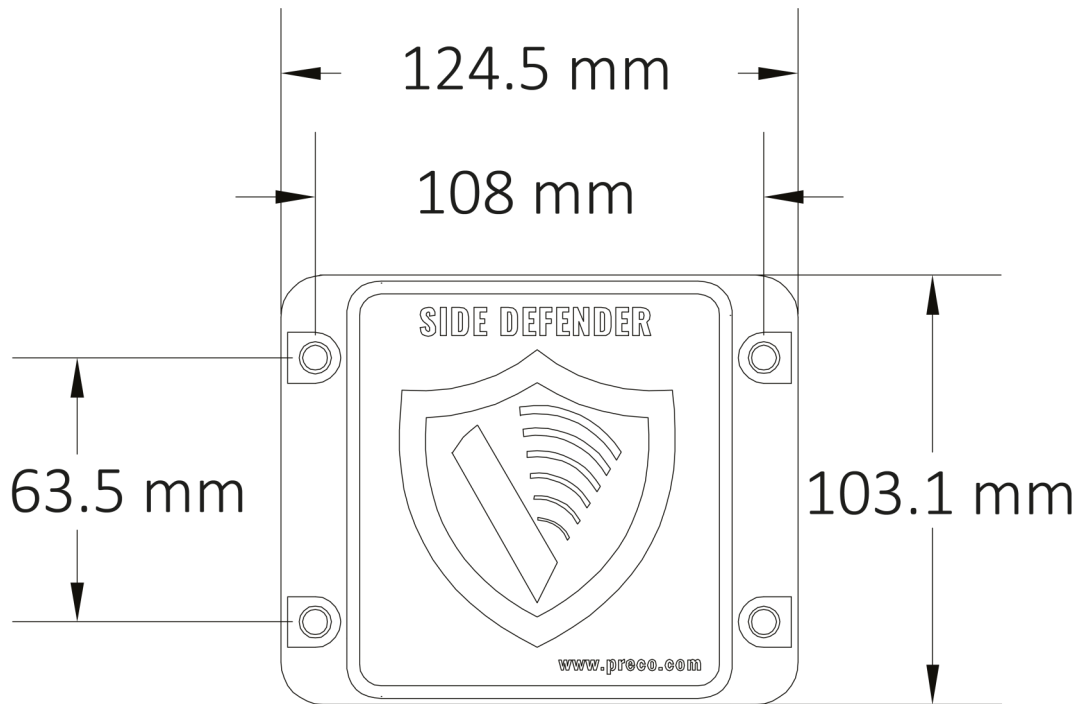

Fig. 10 : Trous de fixation à prévoir pour le capteur
2. Dans le cas d'un montage standard, orienter l'inscription « Side Defender®II » comme indiquée à la fig. 10.
3. Percer 4 trous \varnothing 6 mm comme indiqué (fig. 10).